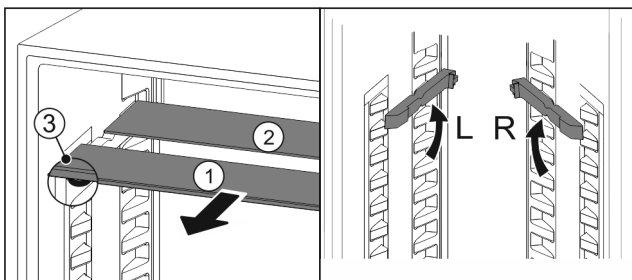

Fig. 72
- ▶ По одной извлеките Fig. 72 (1) стеклянные панели движением вперед.
- ▷ Стеклянная панель Fig. 72 (1) с декоративной планкой лежит спереди.
- ▷ Стопоры Fig. 72 (3) показывают вниз.